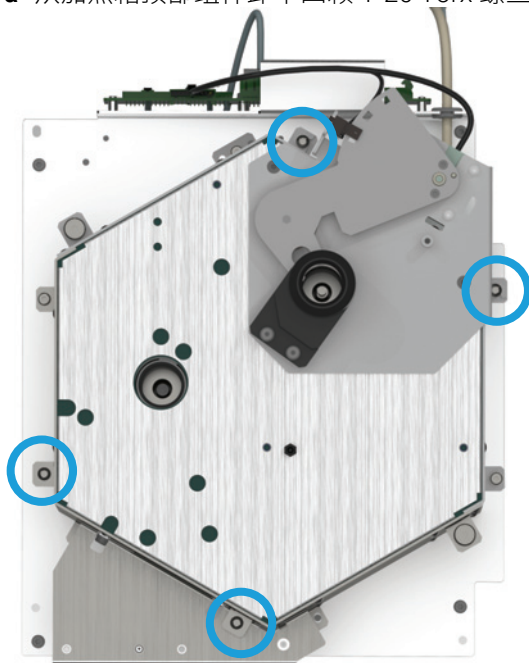

图 12. 从加热箱顶部组件卸下 T-20 Torx 螺丝
- a 从加热箱顶部组件卸下四颗 T-20 Torx 螺丝（图 12）。